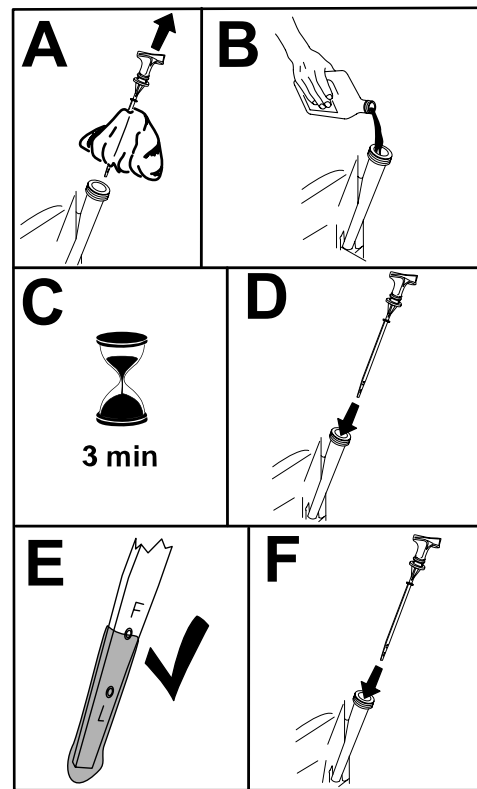

Figura 24
- Vierta lentamente un 80% aproximadamente de la cantidad especificada de aceite por el tubo de llenado (Figura 24).